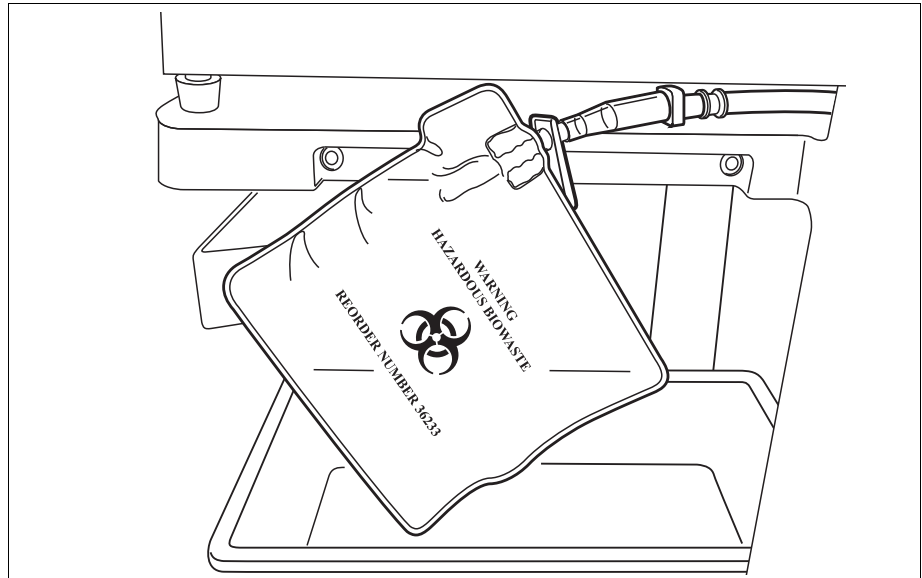

Abbildung 48. Richtige Aufhängung des Beutels für biologisch kontaminierten Abfall aus der Beutelablage
3. Achten Sie darauf, dass der Schlauch weder geknickt noch verdreht ist, und der Beutel sowie der dazugehörige Schlauch am Drainageschlauch hängen (siehe Abbildung 48).